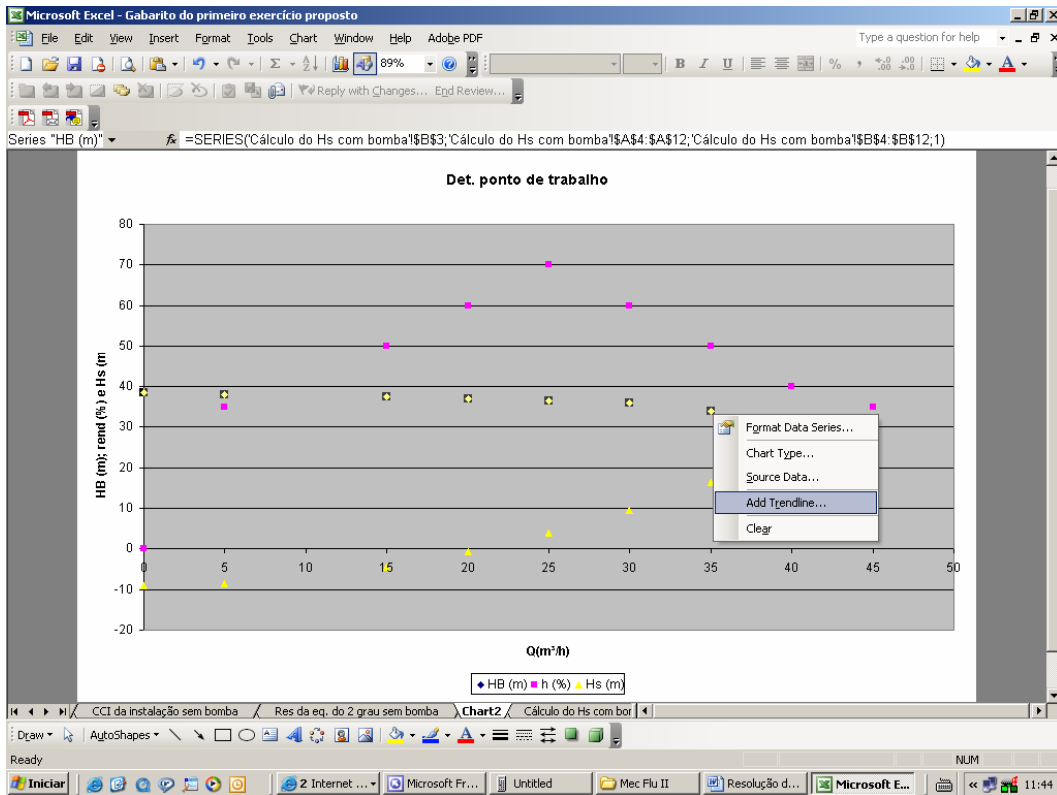

Figura 24
6. Leva-se a seta do mouse em um dos pontos de cada curva e clicando com o lado direito dele seleciona-se “**Adicionar linha de tendência**” (Figura 24)